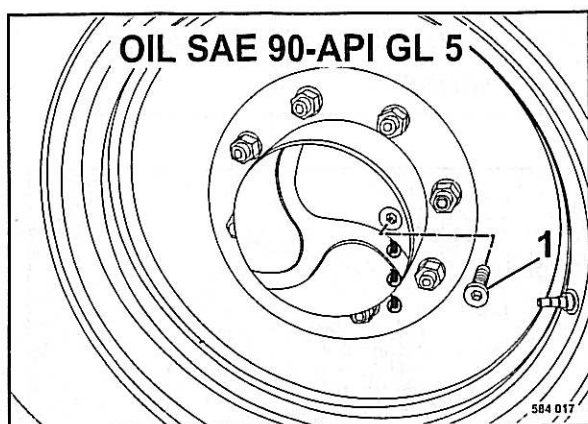

Fig. 117
- Colocar la rueda de accionamiento de forma que el tapón de cierre (Fig. 117) sobre la caja se encuentra en posición horizontal.